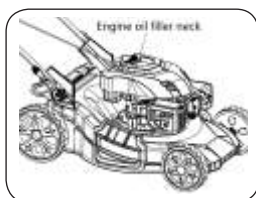

Рис. 17
**ПРОВЕРКА УРОВНЯ МОТОРНОГО МАСЛА И ЗАПРАВКА МОТОРНОГО МАСЛА (Рис. 17, 18, 19).****⚠ ВНИМАНИЕ**